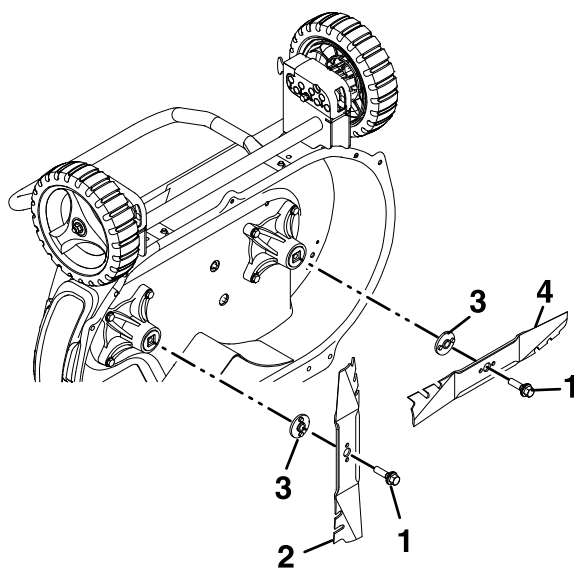

Figura 22
- B. Sujete el extremo de la cuchilla usando un paño o un guante grueso. Alinee los dos orificios de la cuchilla con los dos orificios del impulsor de la cuchilla e instale una cuchilla Exmark afilada y equilibrada y el perno de la cuchilla, como se muestra en la Figura 22. Para una instalación correcta, la vela de la cuchilla debe apuntar hacia la parte superior de la carcasa del cortacésped.